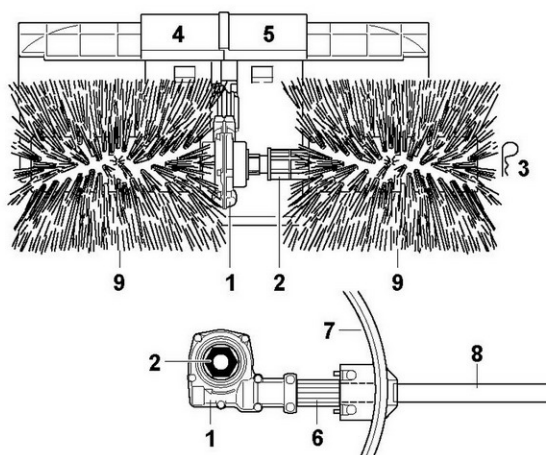

рис. 24
Насадка в собранном виде изображена на рис. 24 и рис.25.
1. Соберите щетку как показано на рис.24.